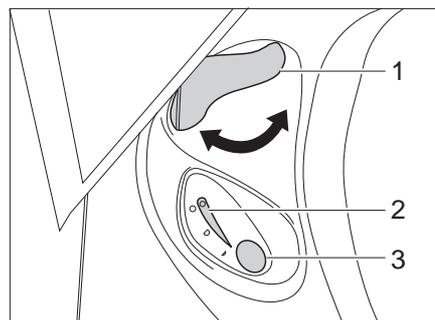

Bild 162 Bedieneinheit Thetford-Toilette
- Vor dem Spülen den Schieber der Thetford-Toilette öffnen. Dazu den Schieberhebel (Bild 162,1) entgegen dem Uhrzeigersinn drehen.
- Zum Spülen den blauen Spülknopf (Bild 162,3) drücken.
- Nach dem Spülen den Schieber schließen. Dazu den Schieberhebel (Bild 162,1) im Uhrzeigersinn drehen.
Die Kontroll-Leuchte (Bild 162,2) leuchtet, wenn die Thetford-Kassette entleert werden muss.
- Den Schieberhebel (Bild 162,1) im Uhrzeigersinn drehen. Der Schieber wird geschlossen. Zum Entleeren **muss** in der Thetford-Toilette der Schieber geschlossen sein.